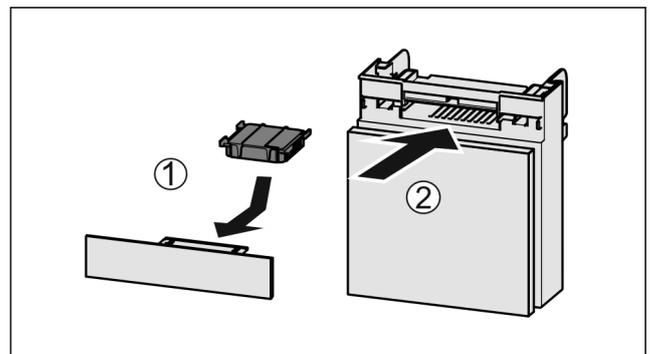

Fig. 129
- ▶ Aktivkohlefilter nach Abbildung einsetzen Fig. 129 (1).
- ▶ Fach einschieben Fig. 129 (2).